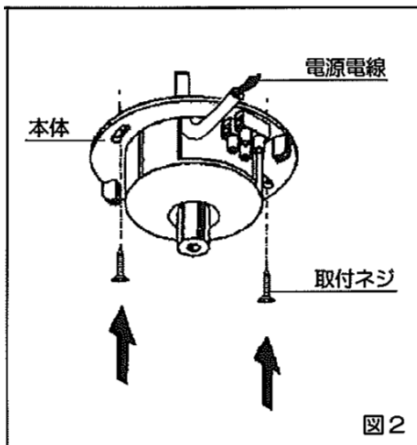

図2
2. 本体を付属の取付ネジ（2本）で補強材のある位置に確実に取り付けてください。（図2）